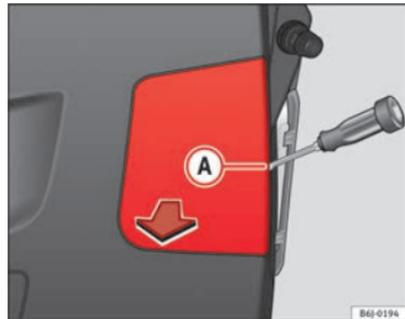

Fig. 161 Luces en el portón
- Retire dicha tapa con ayuda de un destornillador de punta plana colocado en la ranura indicada (A) => fig. 161.